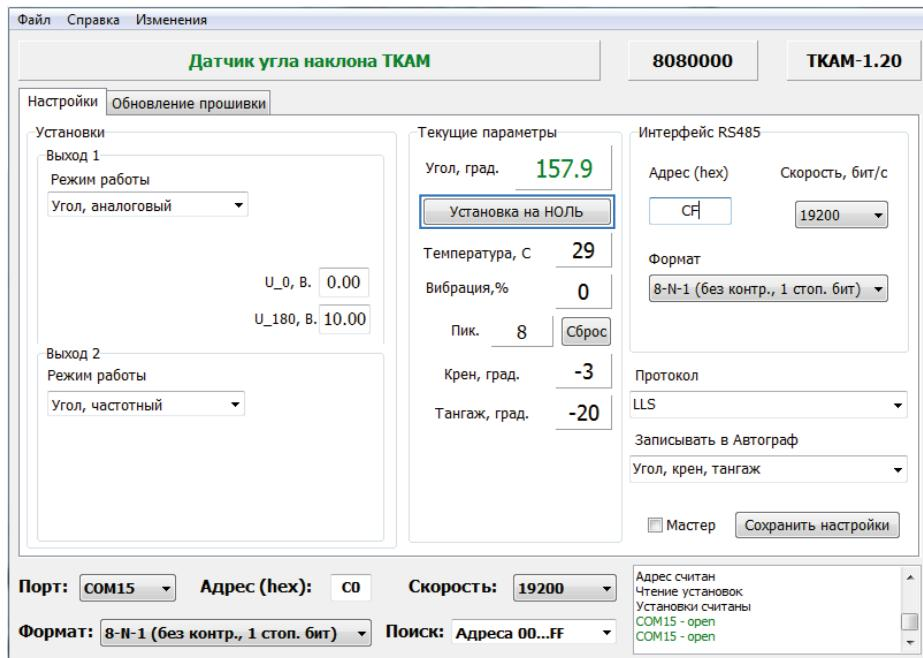

Рис.27. Установка уровня нуля.
- Подключите датчик к программе «AGPConf» и перейдите на вкладку «Настройки». В поле «Угол, град» в блоке «Текущие параметры» отображаются текущие показания датчика угла. Нажмите кнопку «Установка на Ноль» для того, чтобы принять текущий угол наклона за нулевой (Рис.27). Сохраните настройки.